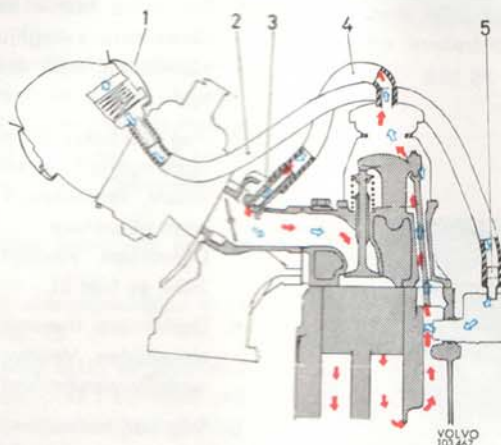

Bild 19. Positiv vevhusventilation
Mellan ventilkåpan och insugningsröret finns en slang (4, bild 19). Anslutningen till insugningsröret sker med en kalibrerad nippel (3). (Denna nippel skall rengöras var 40 000 km.) Mellan oljefällan, som är ansluten till vevhuset, och luftfiltret är en slang (2) ansluten för frisklufttillförseln. Vid an-